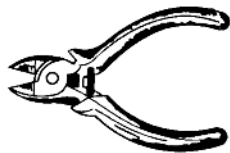

图 2-7 斜口钳
(6) 斜口钳 用来裁剪 $\phi 0.5\text{mm}$ 以上的导线和元件引线 (图 2-7)。其刀口方向和握把成一斜角, 适合于裁剪印制电路板上多余的引线。